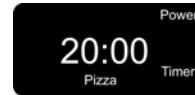

Fig. 14
4. Seleccione el tiempo con las flechas hacia arriba y hacia abajo. Le recomendamos seleccionar el tiempo de acuerdo con las **indicaciones** del paquete. (Fig. 14)